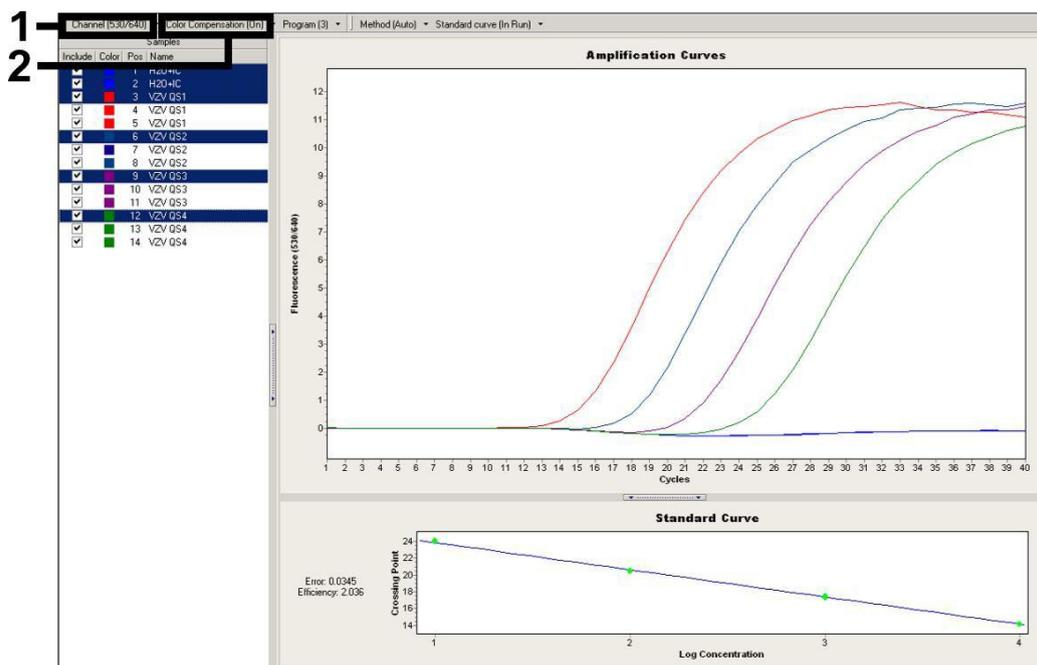

Fig. 11: Attivazione del *Color Compensation File* e selezione del canale di fluorescenza.
Per l'analisi dei dati PCR procedere come segue (vedi Fig. 11):
- Il *LightCycler Software Version 4.0* contiene un file denominato *Color Compensation File*, che compensa le interferenze di segnale tra i canali di fluorescenza. Aprire il file durante o al termine della corsa di PCR, selezionando il pulsante *Color Comp (On/Off)* e poi il pulsante *Select Color Compensation* (vedi Fig. 11). Se il *Color Compensation File* non è stato installato, procedere seguendo le indicazioni fornite in *LightCycler Operator's Manual*.